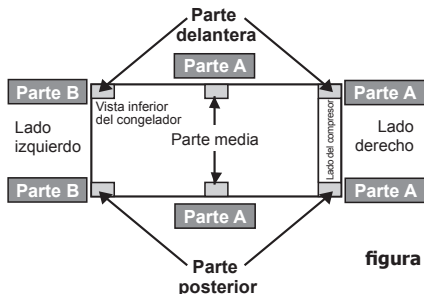

figura 2
5. **Instalación de ruedas para el congelador de 20/25 pies cúbicos:** Retire las ruedas y los tornillos del kit de ruedas. Las ruedas de la parte A se instalan en el lado frontal derecho y posterior del compresor, y en la parte frontal media y posterior de la unidad. Las ruedas de la parte B se instalan en la parte frontal izquierda y trasera de la unidad (con la palanca del freno viendo hacia fuera de la unidad). Alinee los orificios de las ruedas con los correspondientes orificios de los tornillos en las ubicaciones de montaje. Consulte la figura 2.